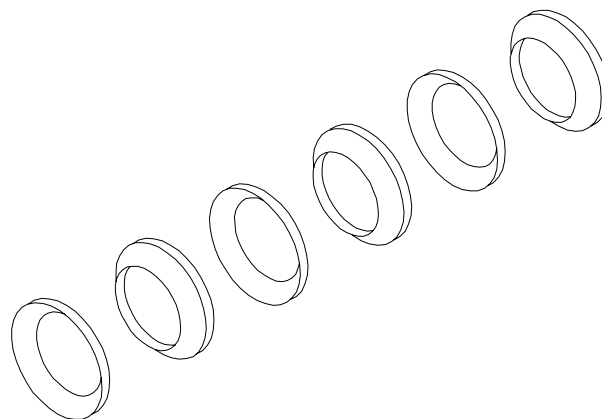

Figura 43: Secuencia de armado de arandelas del resorte
11. Coloque las 6 (seis) arandelas del resorte en el eje con el lado cóncavo de la primera, la tercera y la quinta hacia adelante. La segunda, la cuarta y la sexta deben colocarse con el lado cóncavo hacia atrás (ver Figura 43).
► Las 6 (seis) arandelas del resorte **DEBEN** volver a colocarse alternadamente como se muestra en la Figura 43, o de lo contrario el aplicador tendrá un funcionamiento defectuoso.